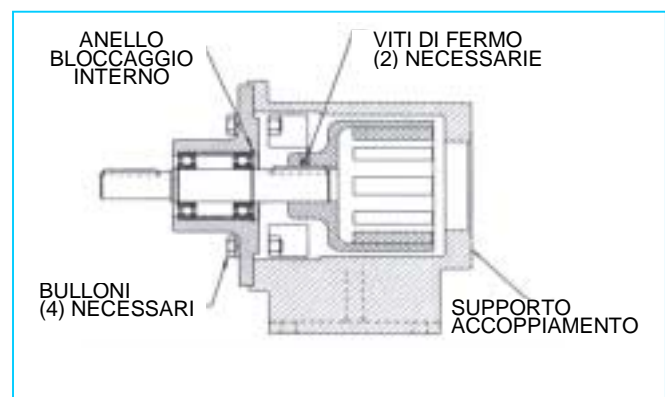

FIGURA 18
5. Dovreste essere in grado di ispezionare visivamente i magneti esterni dal termine del supporto. Se è necessario rimuoverli, iniziare togliendo i (4) bulloni (**Vedere Figura 18**) e separando il supporto dal motore o dal cuscinetto portante. Allentare le viti di fermo sull'albero del motore (o cuscinetto portante) e tirare fuori il gruppo del magnete esterno. Se l'unità è dotata di cuscinetto portante, i cuscinetti non hanno bisogno di manutenzione, dato che sono sigillati. Se necessario, smontarlo rimuovendo il singolo anello di bloccaggio interno quindi spingere l'albero e boccole fuori dall'alloggiamento. Rimuovere gli anelli di bloccaggio esterni dall'albero per rimuovere le boccole.